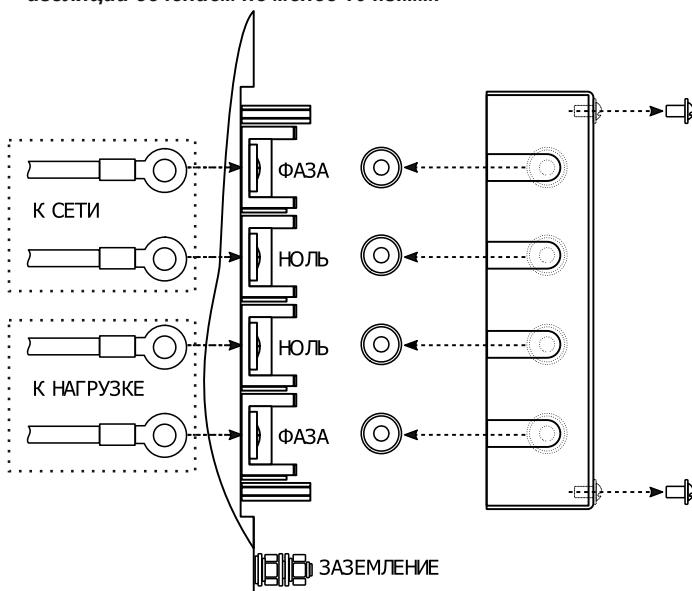

рис.4.2.1
Подключение изделия (рис.4.2.1) производить в следующей последовательности:
- - подключить провода нагрузки и сети к клеммной колодке в соответствии с назначением и фазировкой (см. рис. 4.2.1);